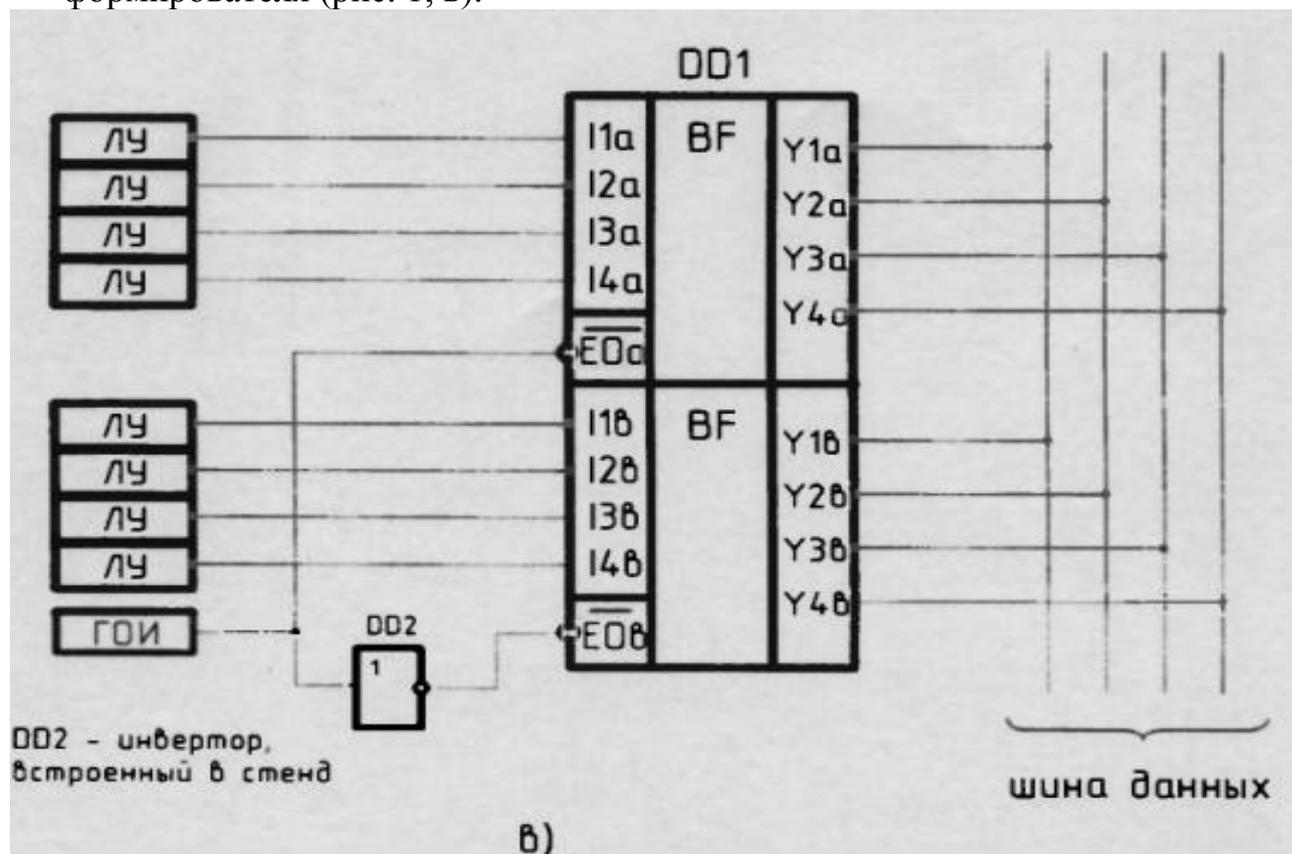

Рис.1. Исследование буферных элементов К1533АП5
- передайте заданную преподавателем информацию сначала со входов верхнего формирователя на шину данных, а затем со входов нижнего формирователя (рис. 1, в).